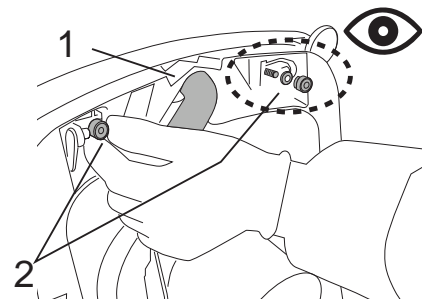

Fig.39
- Frigör slangen från gummiskrapan (bild 39-ref.1).
- Skuva loss vreden (bild 39-ref.2).